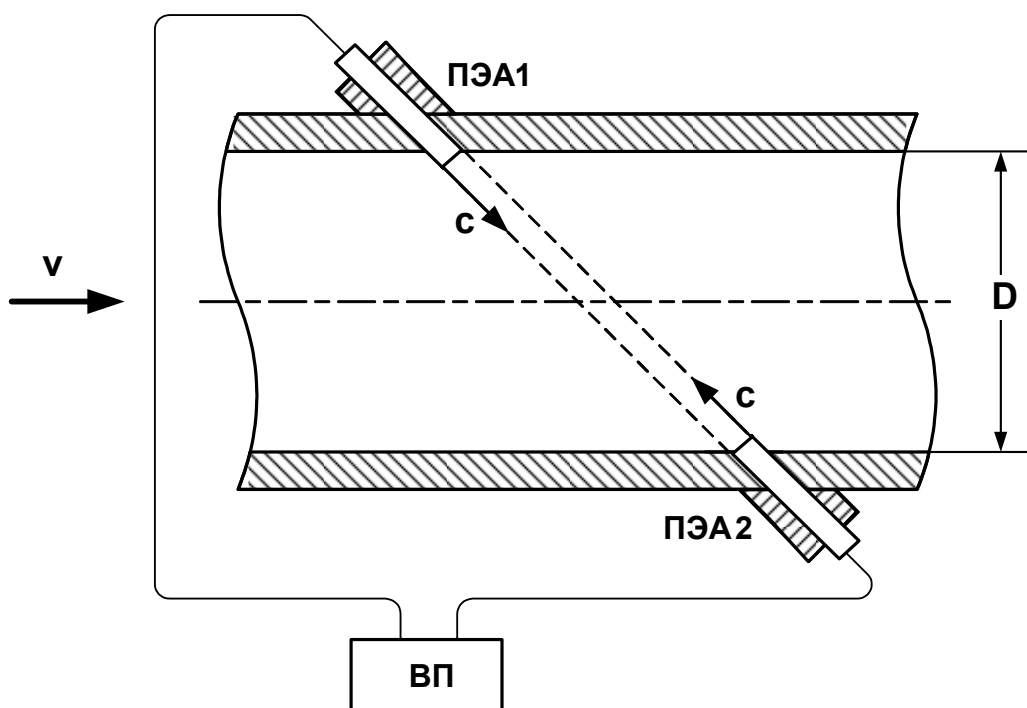

Рис.1. Схематичное изображение измерительного участка с установленными ПЭА.
1.5.1.2. Электрические зондирующие импульсы, генерируемые ВП, одновременно поступают на ПЭА1 и ПЭА2 (рис.1).